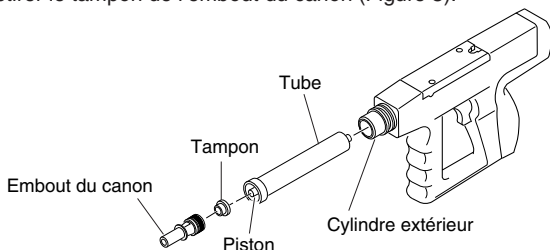

Figure 3 - Séparation du tube et du corps
5. Retirer le tampon de l'embout du canon (Figure 3).